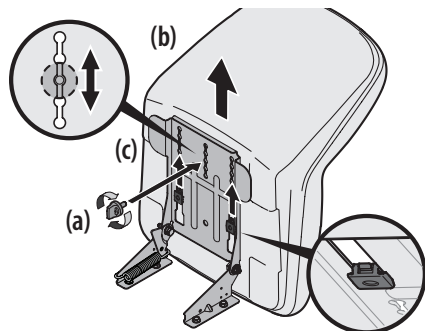

Figure 4
4. Faites glisser le siège (b) vers l'arrière dans le support de pivotement (c) en alignant la fente centrale du support avec le trou libre sur la base du siège (b). Voir Figure 4.
NOTE : Assurez-vous que les deux encoches du siège s'enclenchent dans le support de pivotement, comme illustré dans l'encadré de la Figure 4.